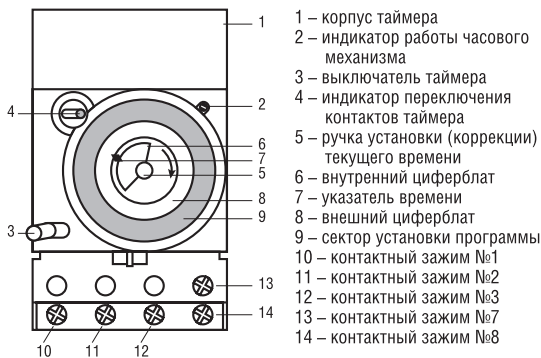
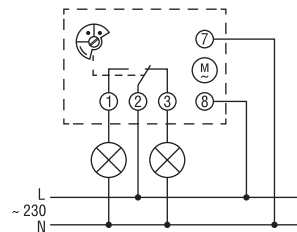

Рис. 2
Рис. 3
Чертеж таймера с указанием деталей представлен на Рис. 2. Корпус таймера (1) выполнен из ударопрочного пластика. Таймер оснащен индикатором работы часового механизма (2). После подключения питания по движению индикатора можно определить работоспособность таймера. Для переключения режима работы с автоматического (согласно установленной программе) на ручной (постоянное включение) необходимо передвинуть переключатель таймера (3). Индикатор (4) показывает, в каком режиме работает таймер. Для настройки текущего времени необходимо крутить ручку (5) по часовой стрелке. Таймер выполнен с 2-мя циферблатами – внутренним и внешним. На внутреннем циферблате (6) расположен указатель текущего времени (7). Внутренний циферблат (6) разделен на 12 секторов с интервалом по 5 минут, что соответствует одному часу и вращается со скоростью один оборот в час. Внешний
Схема подключения представлена на Рис. 3. Фазное напряжение (L) подается на контактные зажимы «8» и «2». Нулевое напряжение (N) подается на контактный зажим «7». Нагрузка подключается к контактно-му зажиму «1» или «3».
Рис. 3 и проверить работоспособность таймера по индикатору (2) Рис. 2 – он должен вращаться. Нагрузка подключается согласно Рис. 3 (зажим 1 – замыкающий контакт; зажим 2 – общий контакт; зажим 3 – размыкающий контакт).